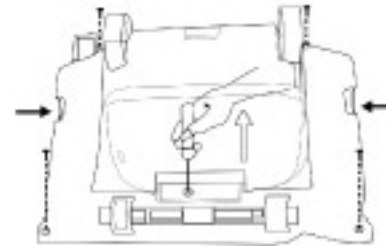

Fig. 17
3. Avec un tournevis Philips N° 2, retirez les cinq vis de la plaque sous la tête. (Fig. 17)